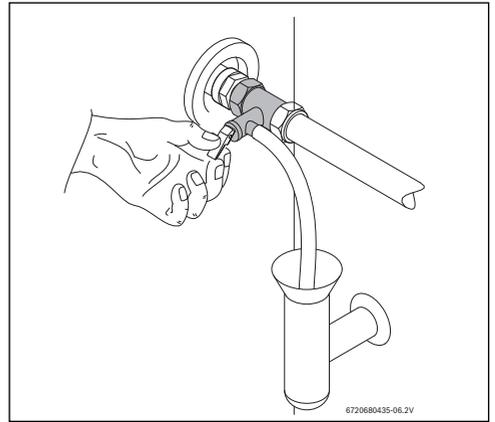

Fig. 10 Válvula de segurança
- ▶ Abrir a válvula de segurança (→ ver Fig. 10).
- ▶ Abrir manualmente a válvula de segurança pelo menos uma vez por mês (ver Fig. 10).